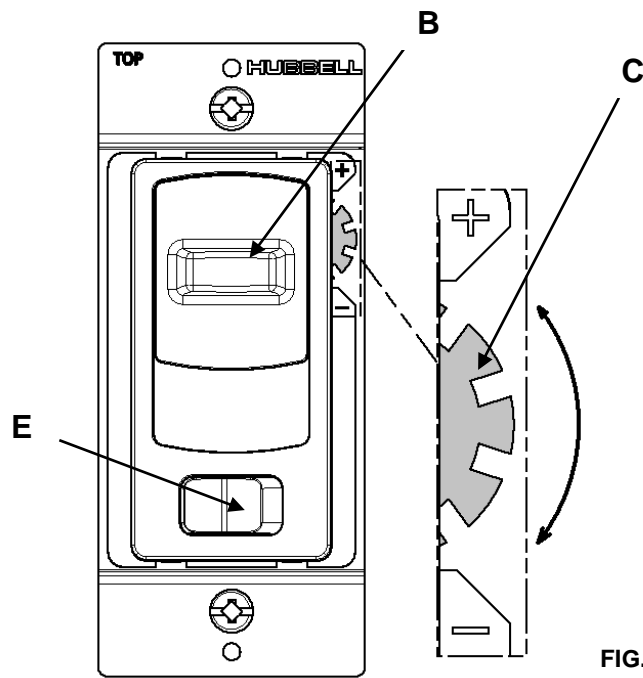

FIG. 5
▪ Press rocker "E" to turn dimmer on and move the slider "B" down to the bottom. (FIG 5).
▪ Appuyer sur la bascule "E" pour allumer le gradateur puis déplacer la glissière "B" jusqu'en bas (FIG. 5).
- Presionar el balancín "E" para encender el atenuador y mover control deslizante "B" hasta abajo. (FIG. 5)